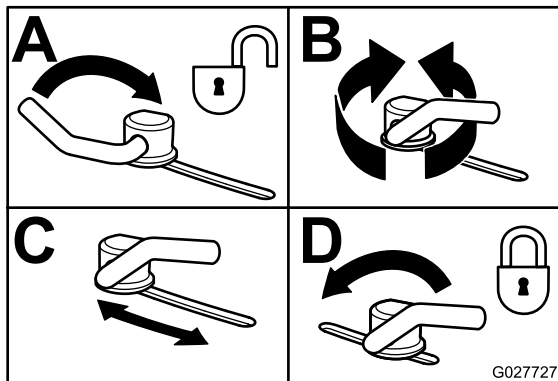

Рисунок 36
3. Чтобы отрегулировать кулачковые зажимы, поверните рычаг вверх, чтобы ослабить их (Рисунок 36).
5. Поверните рычаг в исходное положение, чтобы затянуть дефлектор и кулачковые зажимы (Рисунок 36).